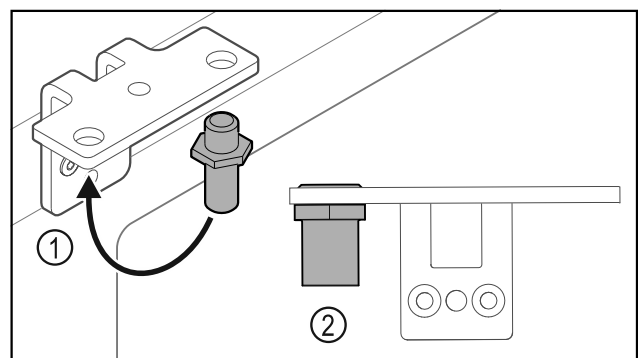

Fig. 38
- ▶ Přesaďte čep Fig. 38 (1) v úhelníku závěsu.
- ▶ Utáhněte čep Fig. 38 (2) **utahovacím momentem 12 Nm**.